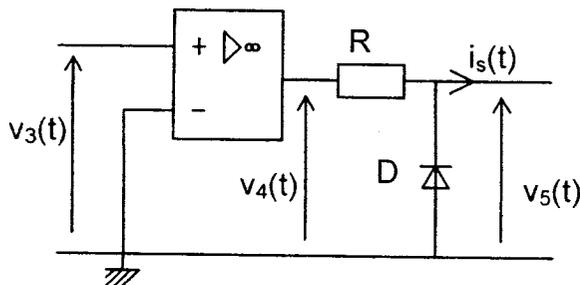

Figure 7 : circuit de mise en forme
2.1. Étude du circuit de mise en forme (voir figure 7)